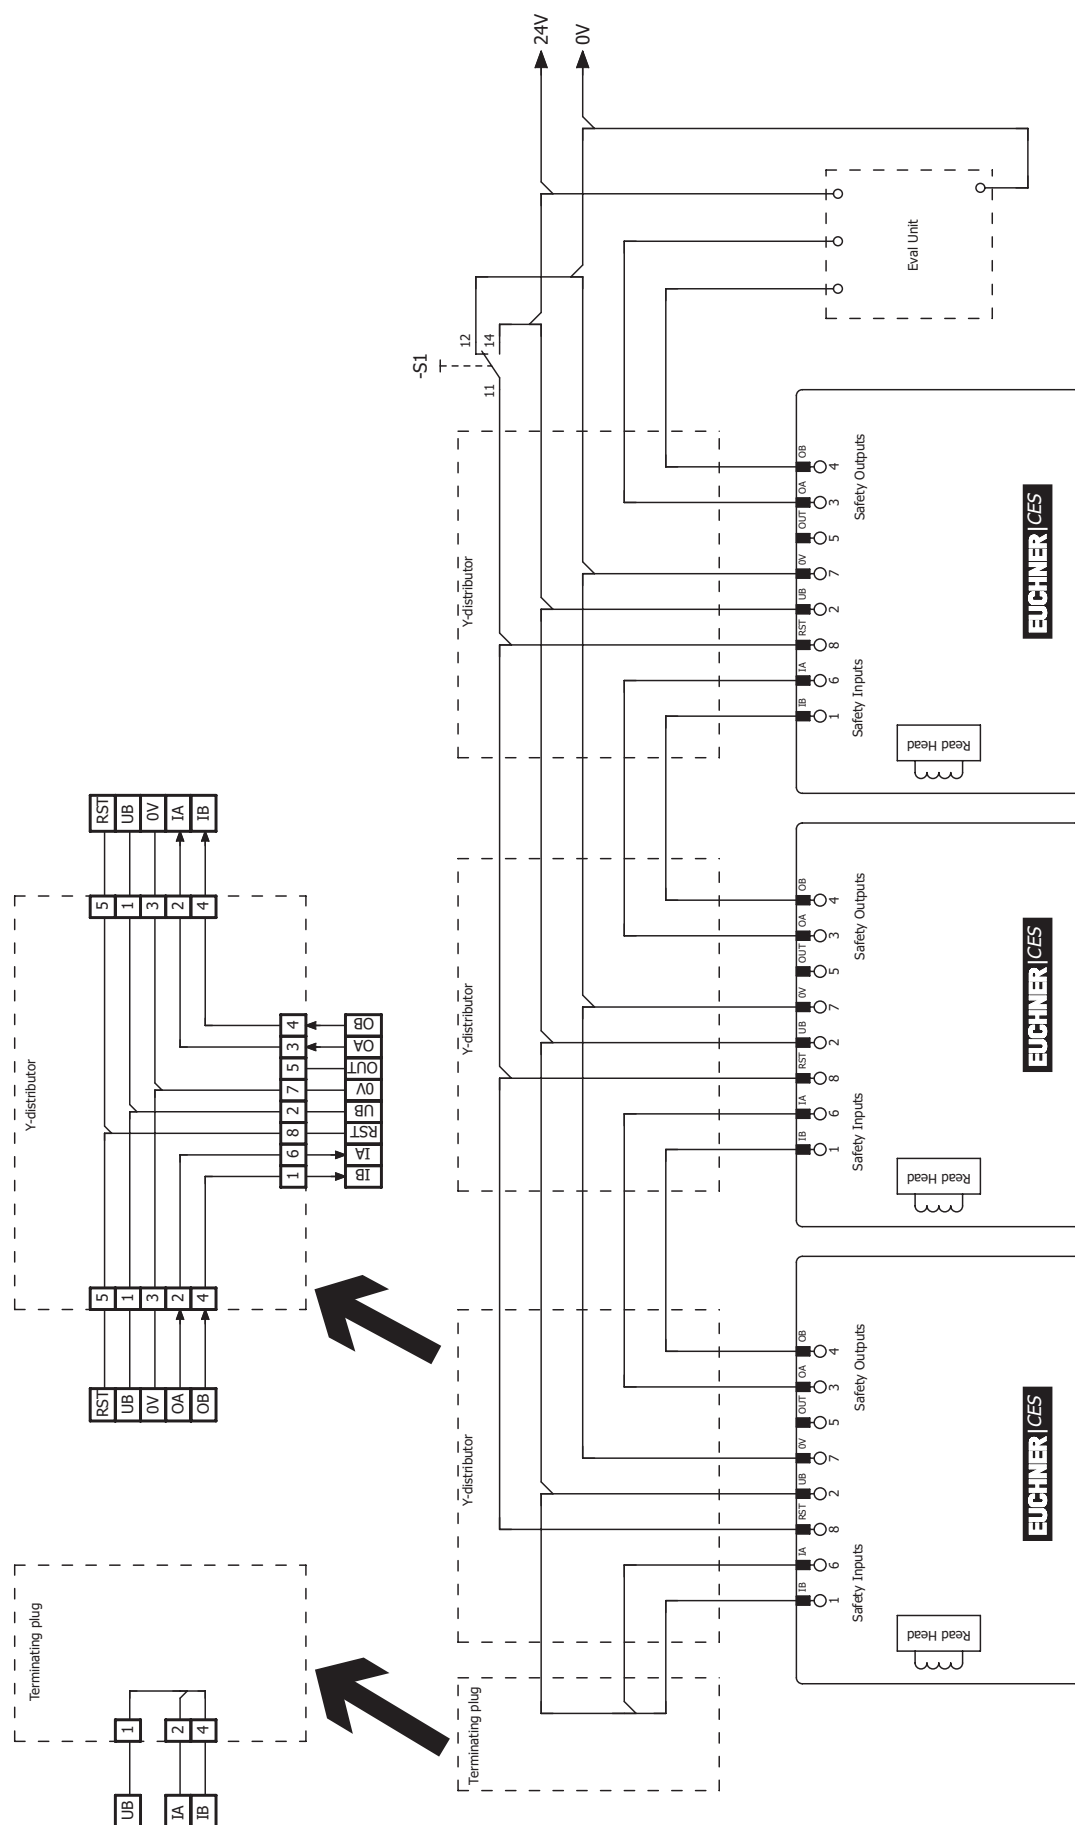

Fig. 4: Esempio di collegamento in serie con reset e deviatore
- › Si dovrà utilizzare un segnale comune per tutti i finecorsa di una catena. Questo potrebbe provenire da un deviatore oppure dall'uscita di un sistema di controllo. Un pulsante, in questo caso, non è idoneo poiché durante l'esercizio il reset deve sempre essere applicato a GND (vedi finecorsa S1 alla Fig. 4 a pagina 22).
Perché questo sia possibile, l'ingresso RST deve essere collegato come illustrato alla Fig. 4 a pagina 22.